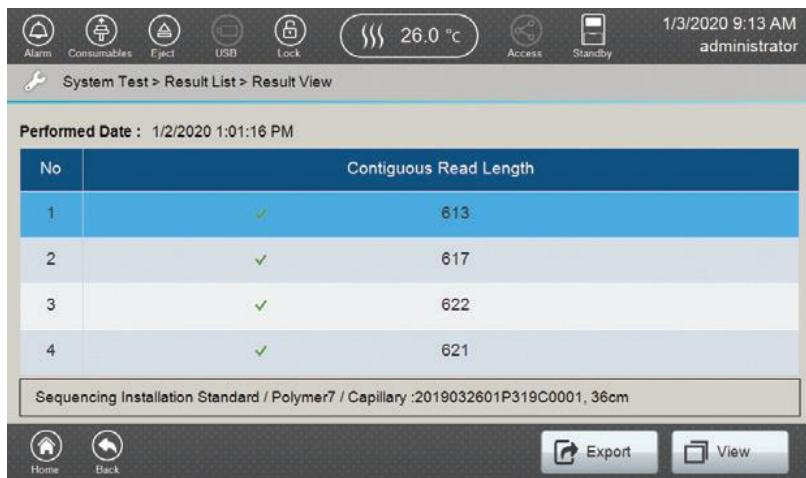

図 230 サンプルを選択した Sequencing System Test の 'Result View' 画面
6. Result List 内で、評価したい system test のサンプルに対応する行を選択します。行を選択するとフッターにある Export と View がアクティブになります。（図 230）